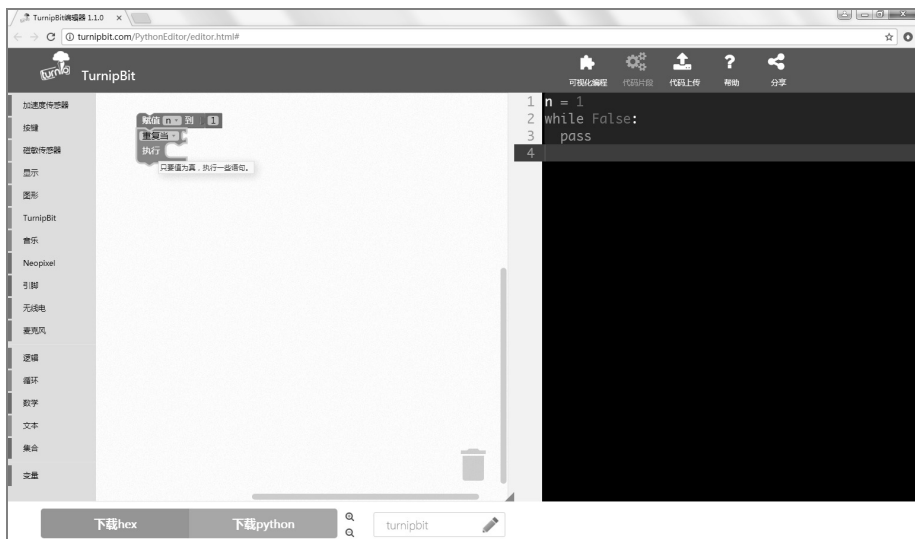

图 9-8 添加循环
③ 在左侧的块选择区中找到“循环”块，用鼠标选中 ，拖曳至模块编辑区，与“赋值 n 到”拼接，如图 9-8 所示。